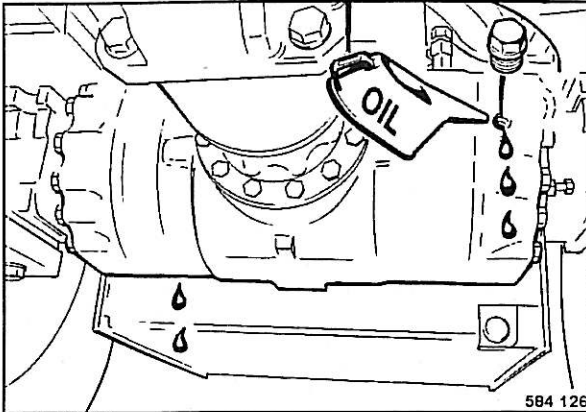

Fig. 78
- Desenroscar el tapón de control (Fig. 78) y comprobar el nivel de aceite.